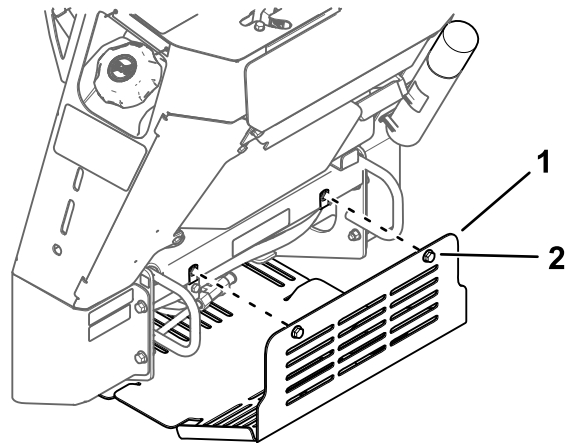

Bild 20
3. Lösen Sie nacheinander die 2 Schrauben, mit denen das untere Schutzblech befestigt ist, bis Sie es abnehmen können (Bild 20).